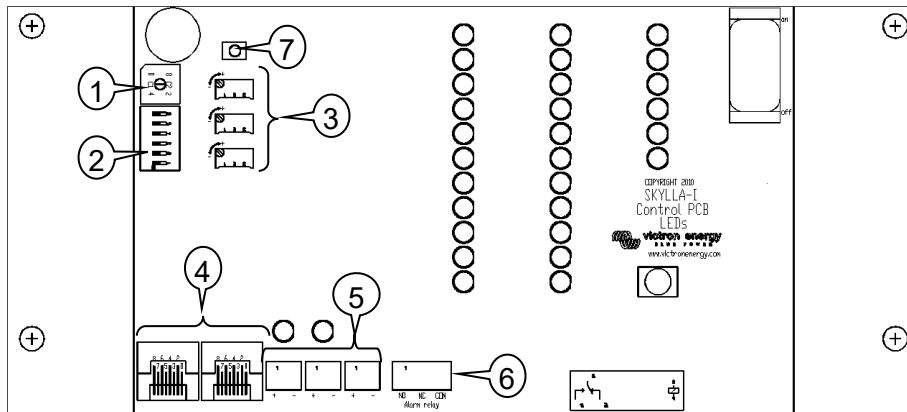

Afbeelding 6. Aansluiting netstroomkabel
2.3.7 De netstroom aansluiten (zie afb. 6)